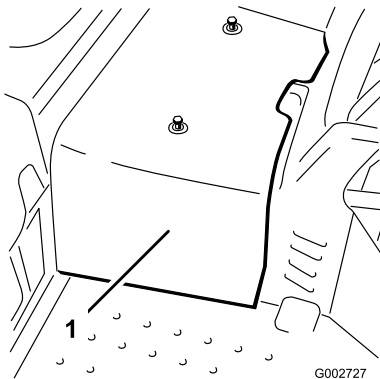

Bild 41
2. Lösen Sie die zwei Schrauben, mit denen die mittlere Haube an der Maschine befestigt ist, und nehmen Sie die Haube ab (Bild 41).